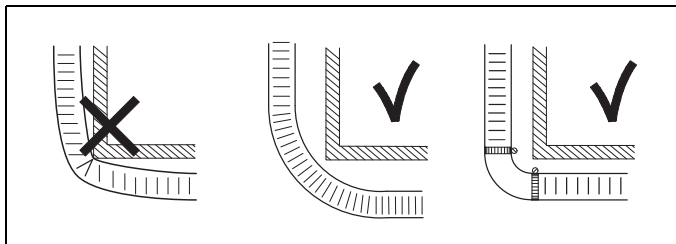

Рис. 12 Рекомендуемая прокладка воздуховодов на углах
- защиту от истирания см. на Рис. 12.